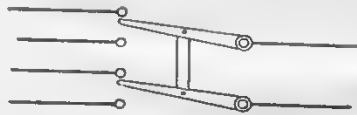
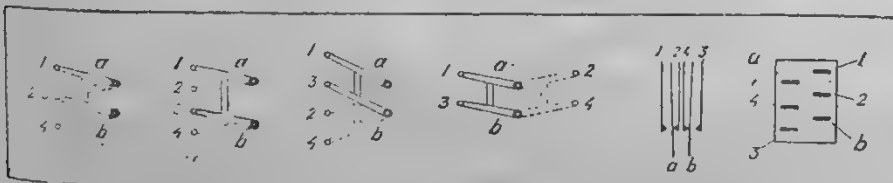

Рис. 10. Переключатель на 4 провода
Рис. 9. Одноименное обозначение переключателей.
Для удобства приведения одного типа переключателя к другому на рис. 9 собраны вместе все 5 переключателей, причем их ползунки и контакты имеют одинаковые обозначения. Пользуясь этим рисунком, каждый всегда легко сумеет заменить в схеме один переключатель другим. Для этого нужно только переименовать ползунки и контакты переключателя по схеме так, как это сделано на рис. 9, затем поставить на его место переключатель другого типа и присоединить к нему одноименные провода. Исключение составляют только двойной ползунк с тремя контактами (1), он не всегда может заменить другие переключатели, а именно он не может заменить их в тех случаях, когда от контактов переключателя отходят четыре самостоятельные провода (рис. 10), в этом случае могут применяться только переключате-
тели II, III, IV и V (рис. 9), но такие случаи редки. Затем надо иметь в виду, что если на схеме изображен трех-контактный переключатель (рис. 9, фиг. I) и его желают заменить другим, то у этого другого переключателя контакты 2 и 3 замыкаются накоротко, так как оба эти контакта соответствуют среднему контакту переключателя I